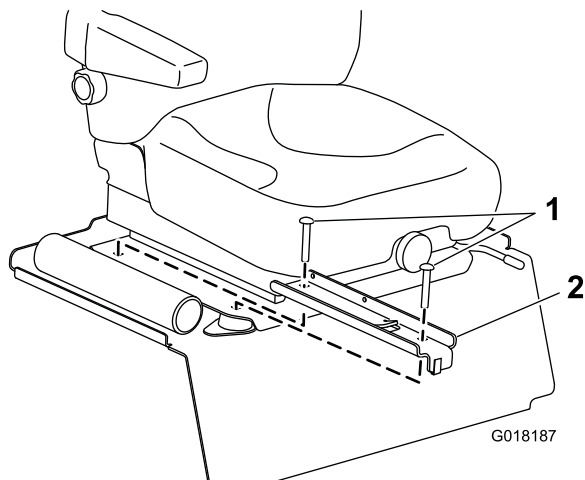

図 3
1. ジョイスティックポッド取り付けブラケットにある前穴にクリップを取り付ける 図 3。
2. シートプレートの右側に、ジョイスティックポッド取り付けブラケットを取り付ける 図 3 長いキャリッジボルトと、ステップ 32 ジョイスティックのワイヤハーネスを配設する (ページ 3) で外したナットを使用する。